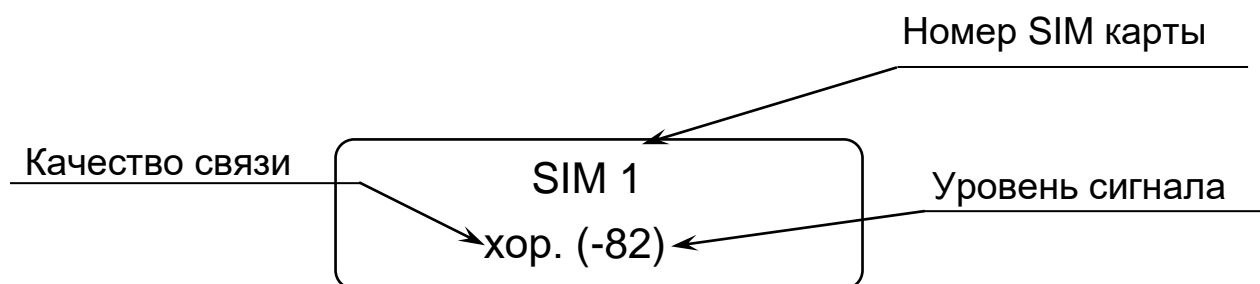

Рисунок 10 – Окно контроля GSM сигнала
з) Перевести блок КРТ в режим контроля уровня GSM сигнала: выбрать пункт меню «КРТ GSM», нажать кнопку «▲» для контроля качества связи блока GSM с базовой станцией сотового оператора карты SIM1 или «▼» для SIM2, после чего на индикаторе кратковременно появится надпись «КРТ-GSM» и напряжение питания блока GSM. При напряжении питания 7 В и выше индицируется значение напряжения питания в вольтах, при напряжении питания ниже 7 В выдается сообщение «Пит. низко». Затем откроется окно контроля GSM сигнала (рисунок 10).
- г) включить блок КРТ, подключить его с помощью кабеля к блоку GSM и **провести контроль качества связи**, для чего: перевести блоки КРТ в режим контроля сигнала: выбрать пункт меню «КРТ GSM», нажать кнопку «▲» для контроля качества связи блока GSM с базовой станцией сотового оператора карты SIM1 или «▼» для SIM2, после чего на индикаторе кратковременно появится надпись «КРТ-GSM» и напряжение питания блока GSM, а затем откроется окно контроля GSM сигнала (рисунок 10);